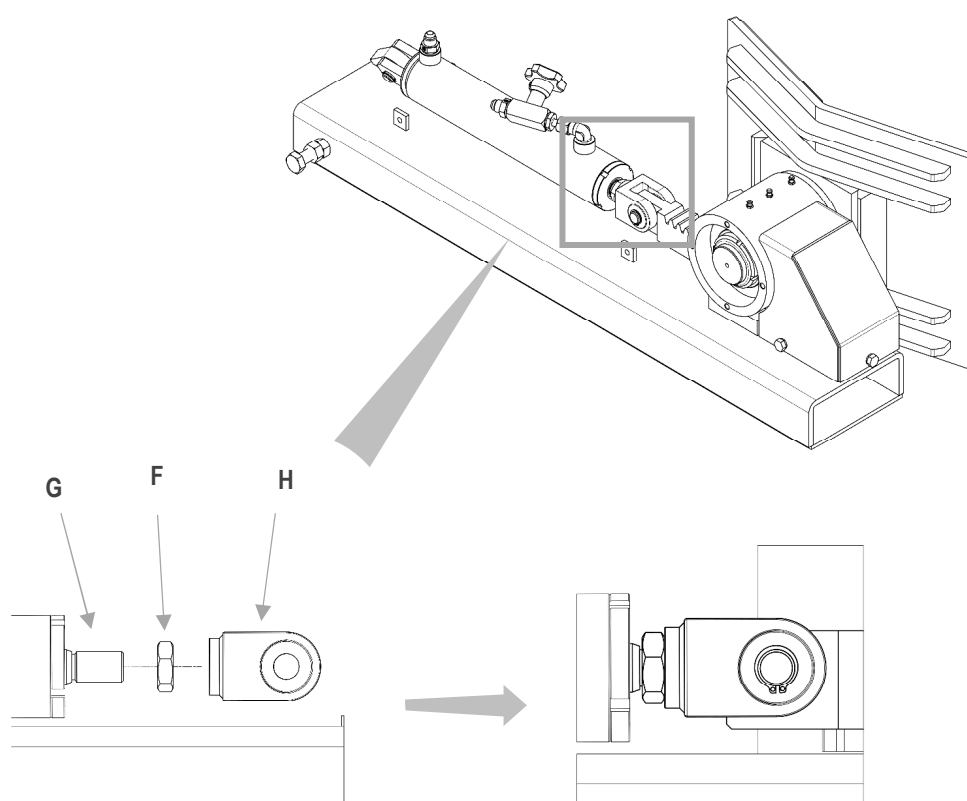

Figure 22
6. Effectuer le calage en positionnant l'écrou d'arrêt **F** en butée à la tige **G** du vérin et monter la fourche **H** de fixation crémaillère en la vissant jusqu'en butée à l'écrou d'arrêt **F** (voir Figure 22)